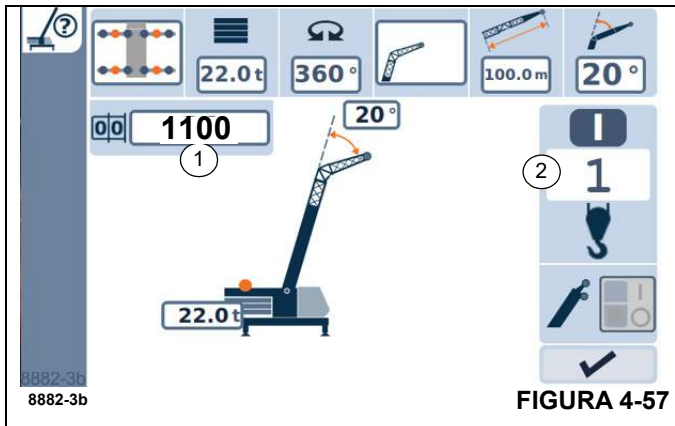

FIGURA 4-57
La pantalla (1), (Figura 4-57), muestra el código de RCL 1100 y el modo de aparejo correspondiente.
La pantalla (2), (Figura 4-57), muestra el último enhebrado introducido, por ejemplo, 1.